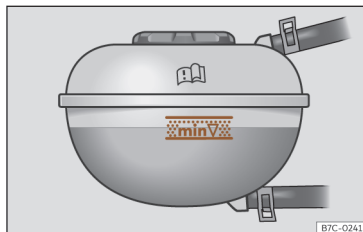

Fig. 218 No compartimento dianteiro:
- Com o motor a frio, verifique o nível do líquido de refrigeração nas marcas laterais do depósito de expansão >>> **Fig. 218**. O nível do líquido de refrigeração deverá encontrar-se entre as marcas.
- O nível do líquido de refrigeração deve encontrar-se dentro das marcas gravadas no depósito de expansão >>> **Fig. 218**. **Nunca exceda o limite superior da zona assinalada** >>> ⚠.
>>> Fig. 218. Caso contrário, quando a temperatura sobe, o líquido restante será expulso do sistema de refrigeração do motor e pode causar danos.